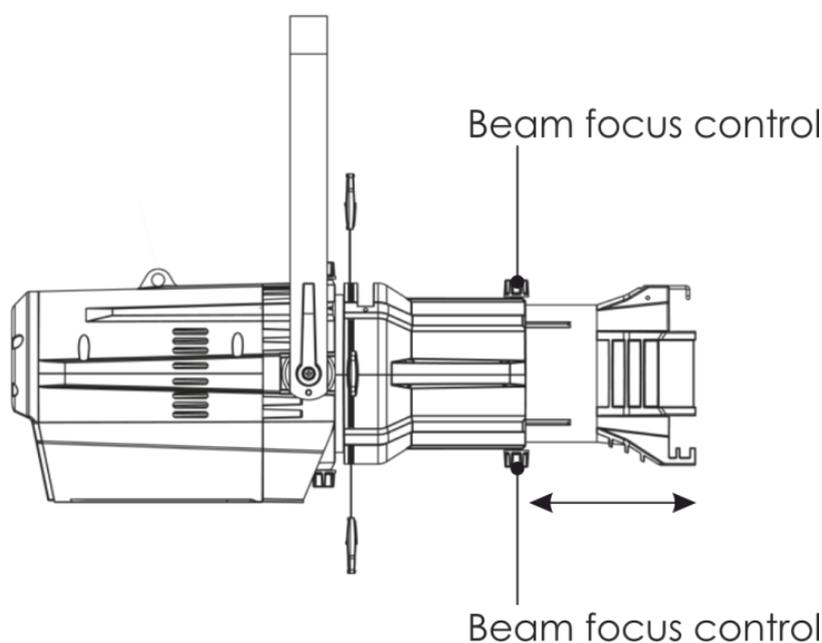

Fig. 05
- 01) Afloje los controles de enfoque del haz de luz (beam focus controls) situados debajo del barril (Fig. 05).